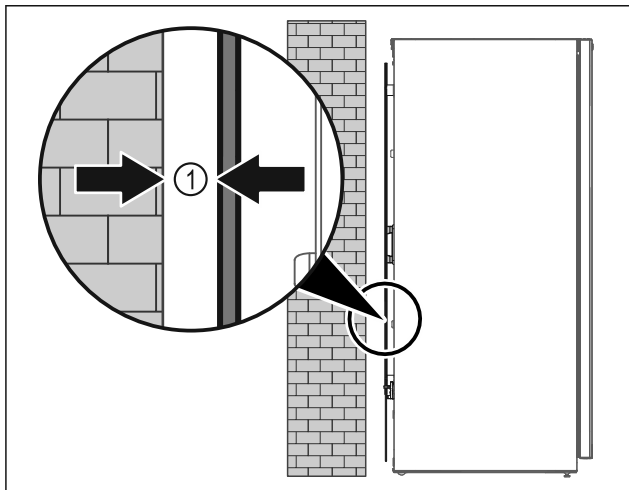

Fig. 37
► 冰箱可以自由放置在房间内，也可以直接靠墙壁放置，最小距离 5 mm Fig. 37 [1]。